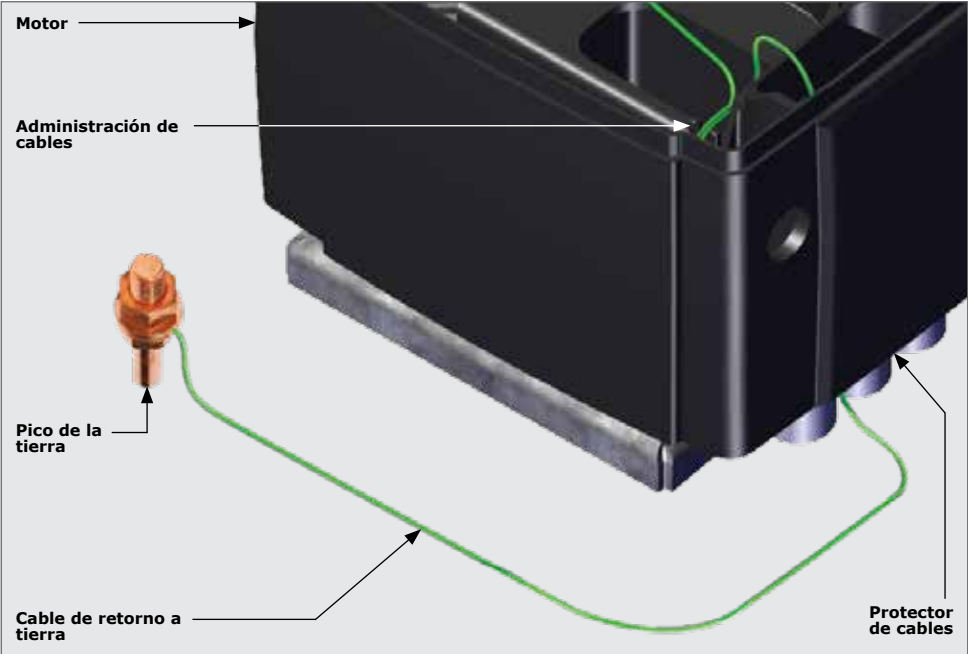

FIGURA 88
1. Escanee el código QR en la Figura 88.